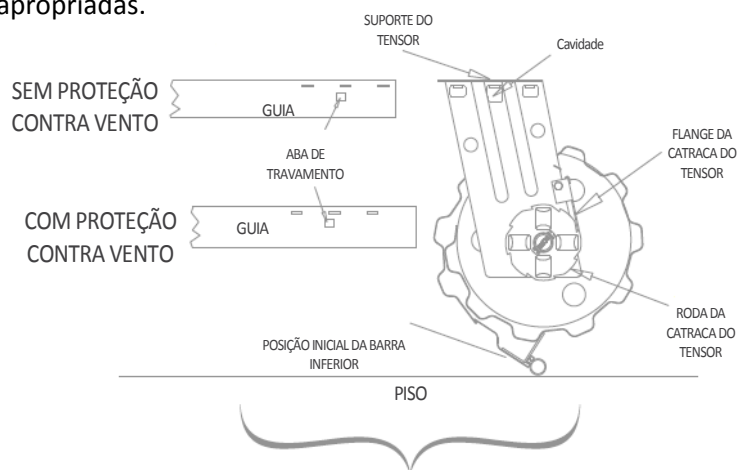

FIGURA 3
- Na extremidade do tensor da porta, levantar o flange da catraca do tensor até que a ponta do trinco libere a roda da catraca do tensor. Girar o suporte a fim de posicionar para cima a extremidade do pé curto. Desbloquear o flange da catraca e permitir que a ponta encaixe com o dente mais próximo da roda da catraca. **Ver figura 3.**